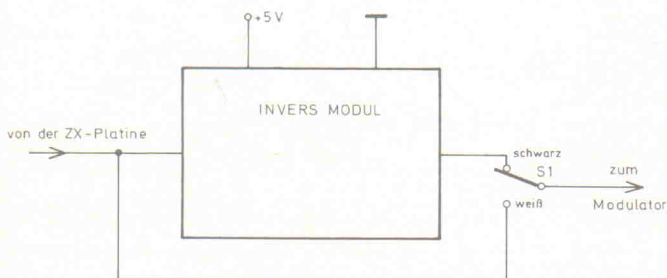

Bild 1. Anschlußschema des Invers-Moduls
- Darstellungsart per Schalter wählbar (Bild 1),